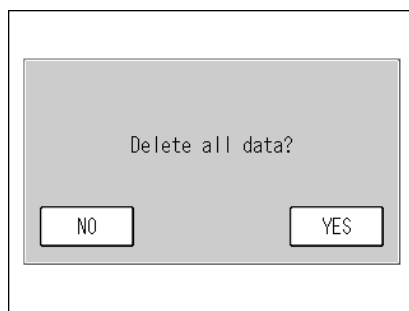

Fig. 49 Meldung Daten werden gelöscht
- [DELETE]: Ruft das Meldungs-Fenster zum Löschen von Daten auf (Fig. 49 auf Seite 39).